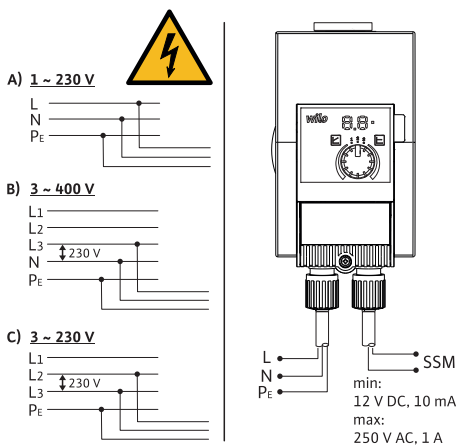

Fig. 3: Tilslutningsmuligheder
- Sluttes til 230 V lavspændingsnet. Ved tilslutning til IT-net (Isolet Terre Netform) skal det sikres, at spændingen mellem faserne (L1-L2, L2-L3, L3-L1 → Fig. 3) ikke overskrider 230 V.